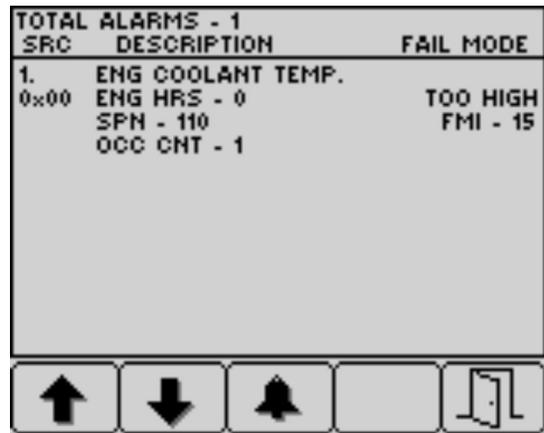

Figura 36
- Pulse el botón 5 para salir de la lista de fallos activos y regresar a la pantalla de inicio (Figura 36).
5. Pulse el botón 5 para salir de la lista de fallos activos y regresar a la pantalla principal; consulte la Figura 36 en Mensajes de aviso del motor \(página 35\).